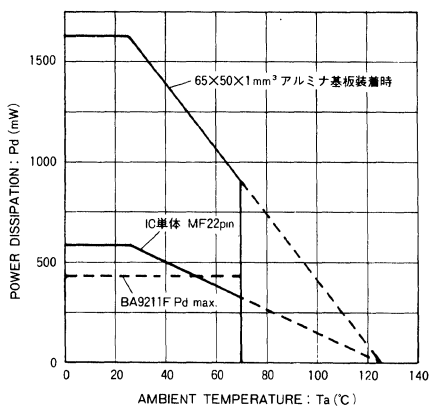

Fig.9
* アルミナ基板65×50×1mm 装着時の値です。単体では550mW。Fig. 9参照。